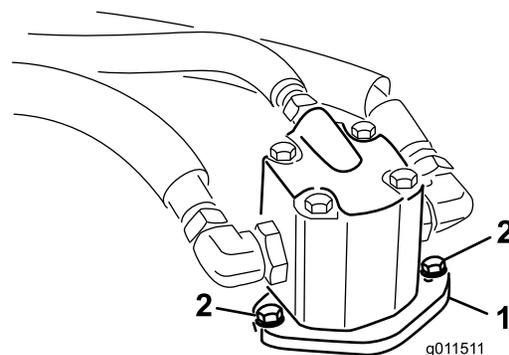

Figura 71
4. Rimuovete i bulloni che fissano il motore idraulico al piatto di taglio (Figura 71).